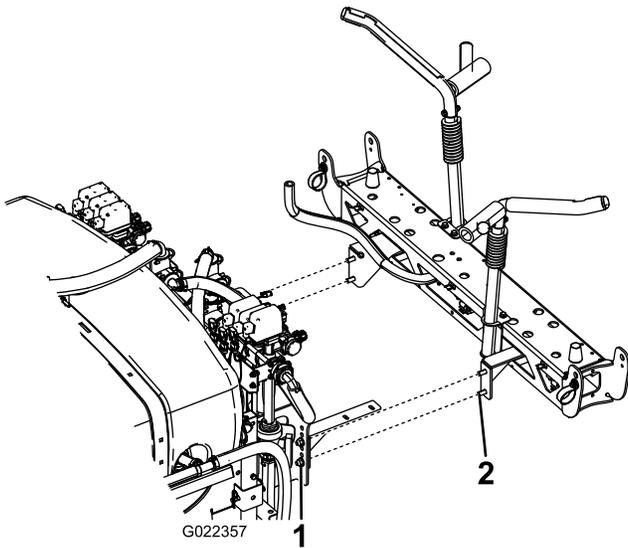

Figure 19
2. Montez la rampe centrale dans le troisième trou en partant du bas des supports sur le système de pulvérisation au moyen de 4 boulons ( $\frac{1}{2}$ " x  $1\frac{1}{4}$ " ) et 4 contre-écrous ( $\frac{1}{2}$ " ), comme montré à la Figure 19.